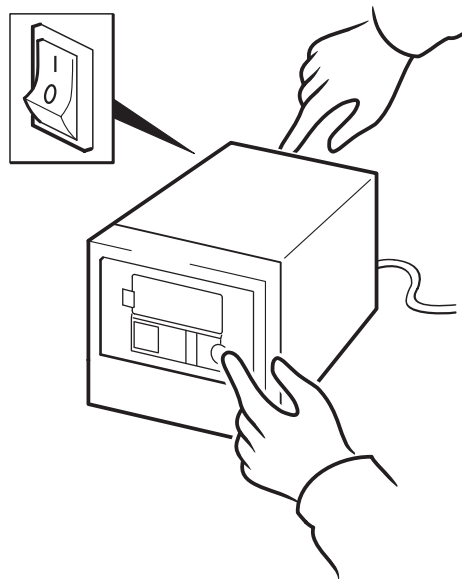

图 14b: hp obdr, 第 2 步
- 2 按住 Eject（弹出）按钮。按住 Eject（弹出）按钮，打开自动装载机（见图 14b）。打开电源时，这将使设备处于 HP One-Button Disaster Recovery 模式。一旦 LCD 显示“OBDR Mode”（OBDR 模式）消息，请放开此按钮。